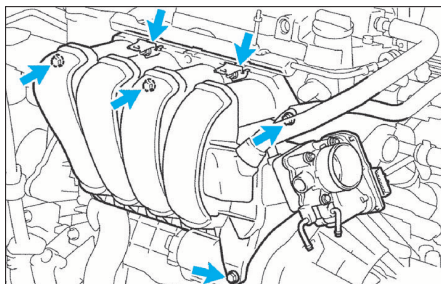

FIG. 61
- Débrancher les faisceaux électriques et durits attenants à l'ensemble collecteur d'admission/boîtier papillon, puis déposer ce dernier (fig. 61).